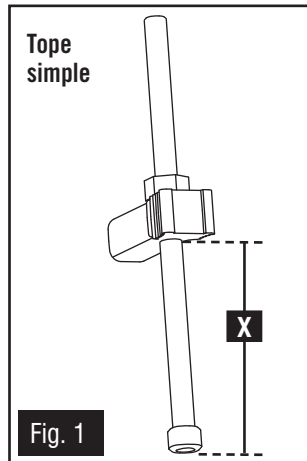

Fig. 1
Los calibres de profundidad preconfigurados de la broca de la rebajadora, conectados al lado izquierdo del OMNIJIG® como se muestra en la Fig. 1, pueden ajustarse a sus requisitos específicos. Para ajustar un calibre, afloje la tuerca hexagonal (C) y gire el calibre para levantarlo o bajarlo. Ajuste la tuerca hexagonal para mantener la medida.
Si necesita restaurar las configuraciones de fábrica de cualquiera de los calibres para la cola de milano pasante o la cola de milano pasante en miniatura, configure la distancia A-B en 29 mm (1-1/8") como se muestra en la Fig. 1.
Etiqueta de tope simple	Distancia "X" (Fig. 1)